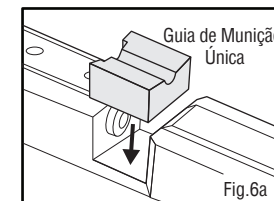

Fig.6a
3. Insira a guia de munição única no encaixe. Pressione o botão para a posição de segurança. Posicione no tamanho apropriado para a guia de munição. (Fig.6a)